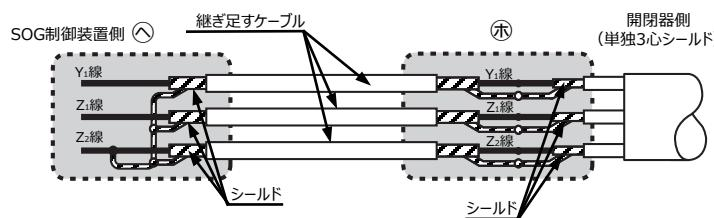

図10 ケーブルの継ぎ足し
- Ⓐ 閉閉器側制御ケーブルの端末は、シールド線をZ2端子にはんだ付けしていますので、継ぎ足す場合にはZ2端子からY1、Z1、Z2の各々のシールド線を外し、端子記号を合わせて接続してください。また閉閉器側のY1、Z1、Z2のシールド線と継ぎ足すケーブル側のシールドを各々接続してください。(図10)
- Ⓑ 継ぎ足した側のケーブル端末は、SOG制御装置側でY1、Z1、Z2のシールド線とZ2端子を接続してください。(図10)